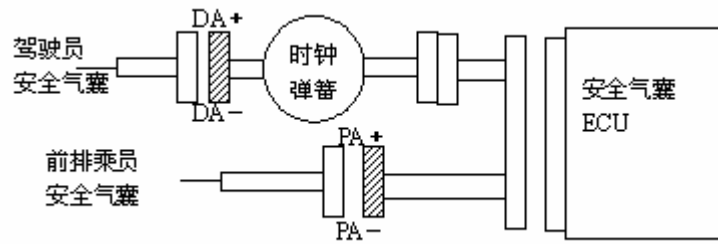

图 12 连接驾驶员安全气囊模块连接器
- c) 连接驾驶员安全气囊模块，见图 12。
- c) 连接前排乘员安全气囊模块连接器，见图 12。